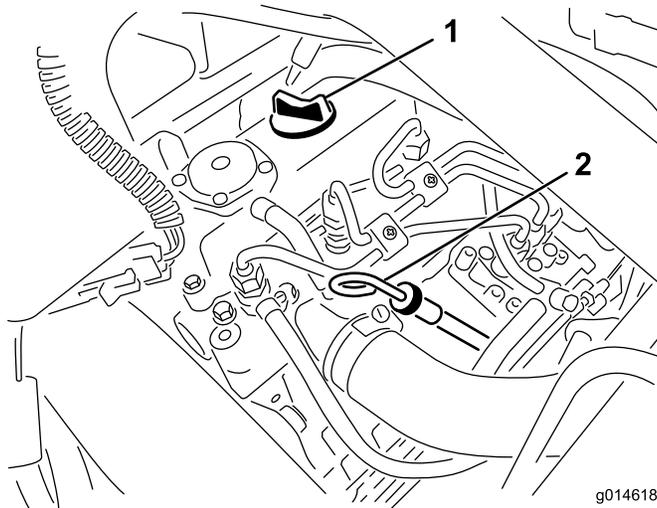

図 28
2. ディップスティックを抜き、ウェスで一度きれいに拭く（図 28）。ディップスティックを、首の根元までもう一度しっかりと差し込む。首から引き抜いて油量を点検する。油量が足りなければ、バルブ・カバーについている補給口のキャップを取り、ディップスティックの FULLマークまで **ゆっくりと** 補給する。補給するときは、ディップスティックで確認しながら少量ずつ入れてください。**入れすぎないこと。**